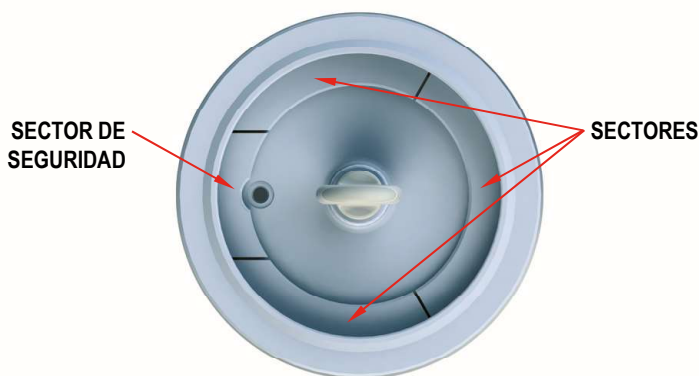

Fig. 7
2. **Quitar el sector de seguridad** (cortes paralelos). Ver fig. 7.
3. **Quitar el resto de los sectores** (3 piezas). Ver fig. 7.